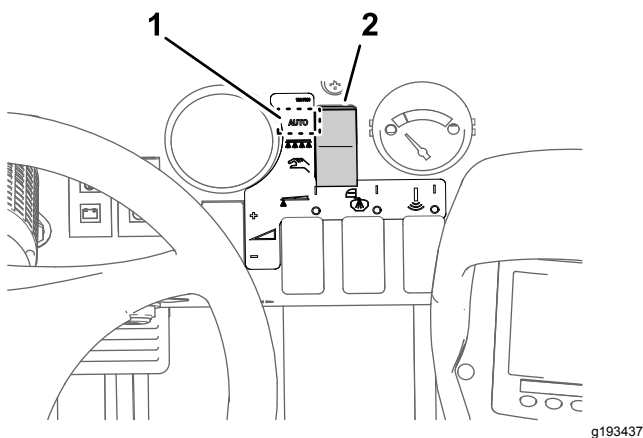

Рисунок 35
3. Установите кнопку режима опрыскивателя в режим заданной нормы внесения (Application Rate Mode) (Рисунок 35).